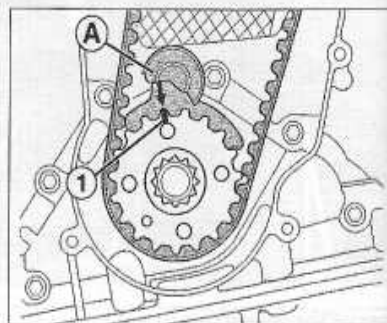

FIGURE 1-9
- Amener le vilebrequin en position de calage, cylindre n°1 au PMH. Dans cette position le repère (1) situé sur la roue dentée doit être dirigé vers le haut.
- Immobiliser la roue dentée de vilebrequin à l'aide de l'outil (A) VAG T10050, l'ergot devant prendre prise dans l'alésage du porte bague d'étanchéité avant. Dans cette position, le repère de la roue dentée (1) et de l'outil (A) doivent être alignés (figure 1-9).